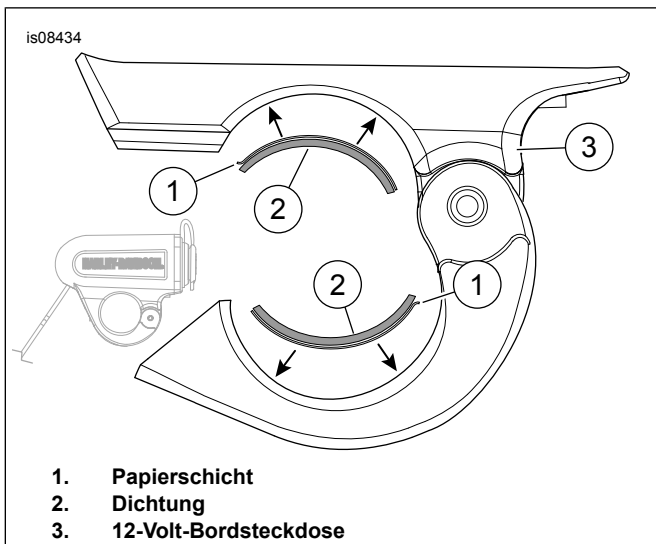
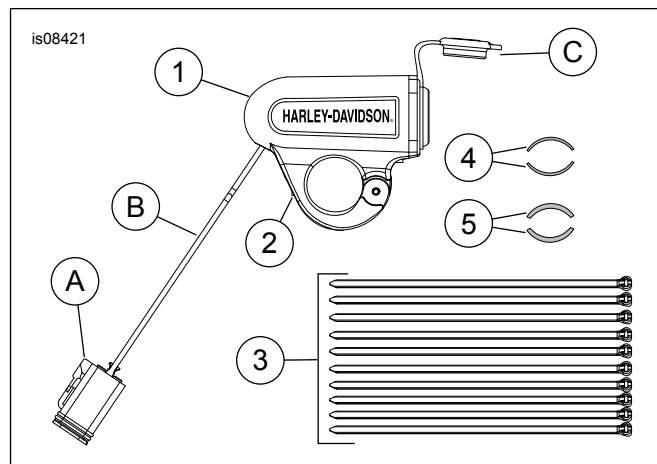

Abbildung 1. Papierschicht, Dichtung und 12-Volt-Bordsteckdose
Abbildung 3. Ersatzteile: 12-Volt-Stromversorgung am Lenker
Siehe Abbildung 3 und Tabelle 2.
5. Siehe Abbildung 3 und Tabelle 2.
- a. Bei 7/8-Zoll- Lenkern die dicken Dichtungen (5) aus dem Satz anbringen.
- b. Bei 1-Zoll- Lenkern die dünnen Dichtungen (4) aus dem Satz anbringen.
6. Siehe Abbildung 1. Die Papierschicht (1) von der Dichtung (2) abziehen. Die Dichtungen an der Innenseite der 12-Volt-Bordsteckdose (3) anbringen.
7. Siehe Abbildung 3. Die Bordsteckdose an die gewünschte Position setzen. Eine Schraube (2) einsetzen. Noch nicht vollständig anziehen.
- Siehe Abbildung 3. Den sechspoligen Steckverbinder (A) abschneiden.
- An jedem Kabel am Kabelbaum (B) 9,5 mm (0,375 Zoll) abisolieren.
- Siehe Abbildung 3. Die Buchsenabdeckung (C) entfernen.
- c. Siehe Abbildung 3. Die Drähte abisolieren und die Klemmen aus dem Satz (69201750) am Kabelbaum (B) anbringen. Siehe Werkstatthandbuch.
14. **Alle anderen Modelle:** Siehe Abbildung 3. Die Staubschutzabdeckung vom Nebenverbraucher-Steckverbinder abnehmen. Den 12-Volt-Steckverbinder in den sechspoligen Steckverbinder (A) stecken.
15. Den Kabelbaum (B) mit Kabelbindern (3) befestigen. Überschüssiger oder loser Kabelbaum (B) kann aufgerollt und mit Kabelbindern gesichert werden.